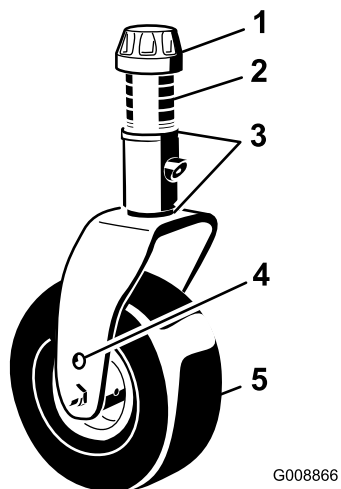

Figura 26
3. Ajuste os calços de 3 mm na(s) forquilha(s) da roda giratória de forma que coincidam com altura de corte fixada no autocolante (Figura 26); consulte Ajuste da inclinação da plataforma do cortador (página 58).